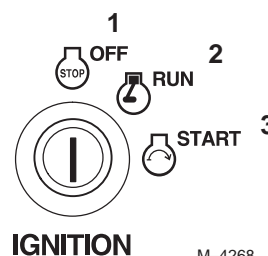

Figure 13
3. Laissez tourner le moteur au ralenti pendant 60 secondes (Fig. 13).
4. Tournez la clé de contact en position contact coupé (Fig. 13).